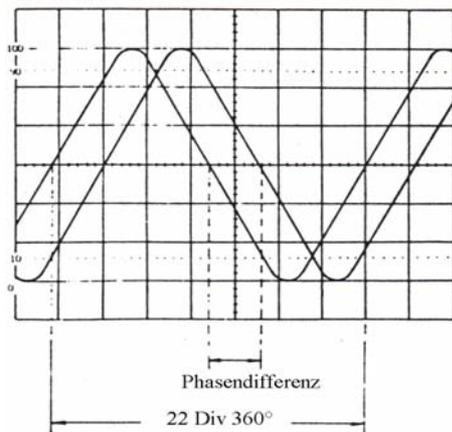

Abb. 3-4 Phasendifferenzmessung bei Zweistrahlendarstellung
2. Als Triggerquelle stets das stabilste Signal verwenden und Triggerquellenwahlschalter (28) in die entsprechende Position schieben. Zweites Signal vorübergehend mit dem vertikalen Lageregler vom Bildschirm nehmen.
4. Triggerpegelregler (30) LEVEL so einstellen, daß der Anfang der Anstiegsflanke die horizontale Mittenlinie des Rasters schneidet. (Abb. 3-4).
5. Mit dem Zeitbasisregler (22) A TIME/DIV, dem Feineinsteller (25) VARIABLE und dem horizontalen Lageregler (26) POSITION die Impulsbreite auf 7,2 horizontale Sektionen einstellen. Nach erfolgter Einstellung entspricht jede horizontale Sektion einem Winkel von 50° und die einzelnen Skalenmarkierungen einem Winkel von 10° .
7. Die Anzahl der horizontalen Sektionen zwischen identischen Punkten der beiden Signale entspricht der Phasendifferenz. Im Beispiel der Abb. 3-4 beträgt der horizontale Abstand zwischen zwei identischen Punkten zweier Signale 6 Skalenmarkierungen (bezogen auf hor. Mittenlinie) oder 60° .